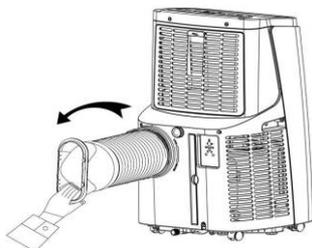

Figure 1
- Placez l'unité sur un terrain plat, sec et loin d'autres objets ou entourant les murs d'au moins 50 cm d'attente. (Figure 1)
(fig.1)
- Montage de la manchette\* et du bec de canard, le bec de canard (14) se visse dans le sens inverse des aiguilles d'une montre sur la manchette d'évacuation (13)
- Monter l'ensemble sur l'orifice d'échappement (7) derrière le climatiseur, l'ensemble se visse dans le sens inverse des aiguilles d'une montre (voir figure 1) \* Sur certains modèles le raccord de la manchette (13) (branchement arrière du climatiseur), peut ne pas être monté sur la gaine de rejet, dans ces cas là visser le raccord sur la gaine dans le sens inverse des aiguilles d'une montre avant de le fixer sur l'arrière du climatiseur